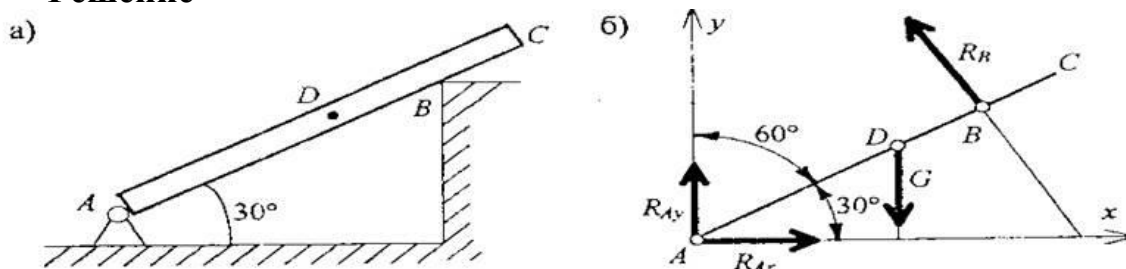

Рис. 7
**ПРИМЕР 1.** Однородная балка, сила тяжести которой равна 2 кН, закреплена в точке  $A$  с помощью шарнирно-неподвижной опоры и опирается в точке  $B$  на ребро стены (рис. 7а). Найти реакции опор, если  $AC = 4\text{ м}$ ,  $BC = 1\text{ м}$ .
Освободим балку от связей, приложив к ней вместо связей силы реакций (рис. 7б). В точке  $A$  к балке надо приложить неизвестные две взаимно перпендикулярные силы  $R_{Ax}$  и  $R_{Ay}$ . В точке  $B$  балка опирается на ребро, следовательно, реакция  $R_B$  перпендикулярна балке  $AC$  (рис. 7б).